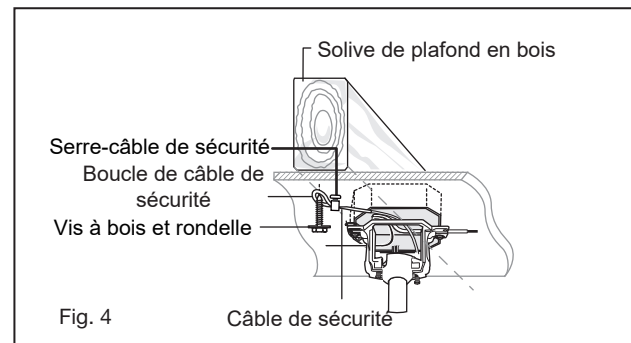

Fig. 4
REMARQUE : La languette à l'opposé de l'ouverture du support de suspension doit s'insérer dans la fente de la boule. (Fig. 4)
- 2 Connectez les fils noirs du commutateur dans le berceau A aux fils noirs noirs dans le boîtier de commutation. Fil d'entrée chaud vers l'un des fils du commutateur du socle. Le fil d'alimentation du ventilateur est connecté au fil de l'interrupteur restant. (Fig. 4)